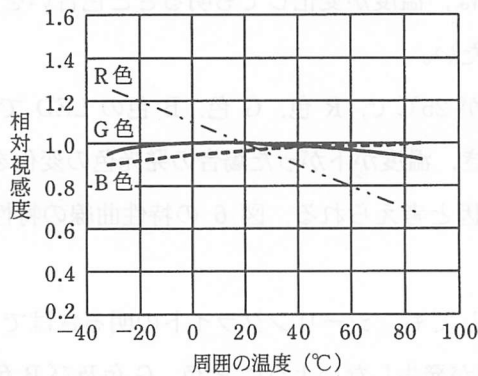

図 6 周囲の温度による相対視感度の特性
- (a) 周囲の温度が 25℃で、R 色、G 色、B 色の LED で白色になるように設定されているとき、温度が下がった場合の発光色の変化を 10 字以内で述べよ。また、その原因と考えられる、図 6 の特性曲線の特性を、30 字以内で述べよ。